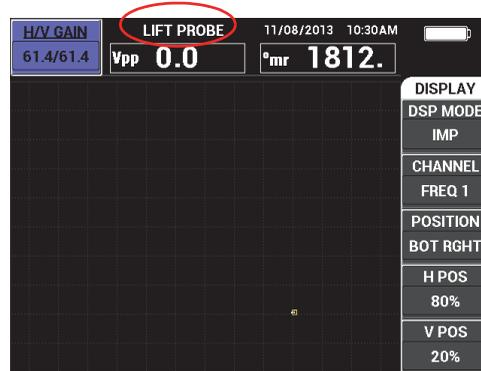

Figura 4-4 Mensaje LIFT PROBE después de pulsar y mantener la tecla A-LIFT NULL presionada
1. Pulse y mantenga presionada la tecla de acceso directo A-LIFT NULL () hasta que el indicador acústico sea escuchado (aproximadamente 3 segundos) y el mensaje «**LIFT PROBE**» (levante la sonda) aparezca en la pantalla del equipo. Vea la Figura 4-4 en la página 84.